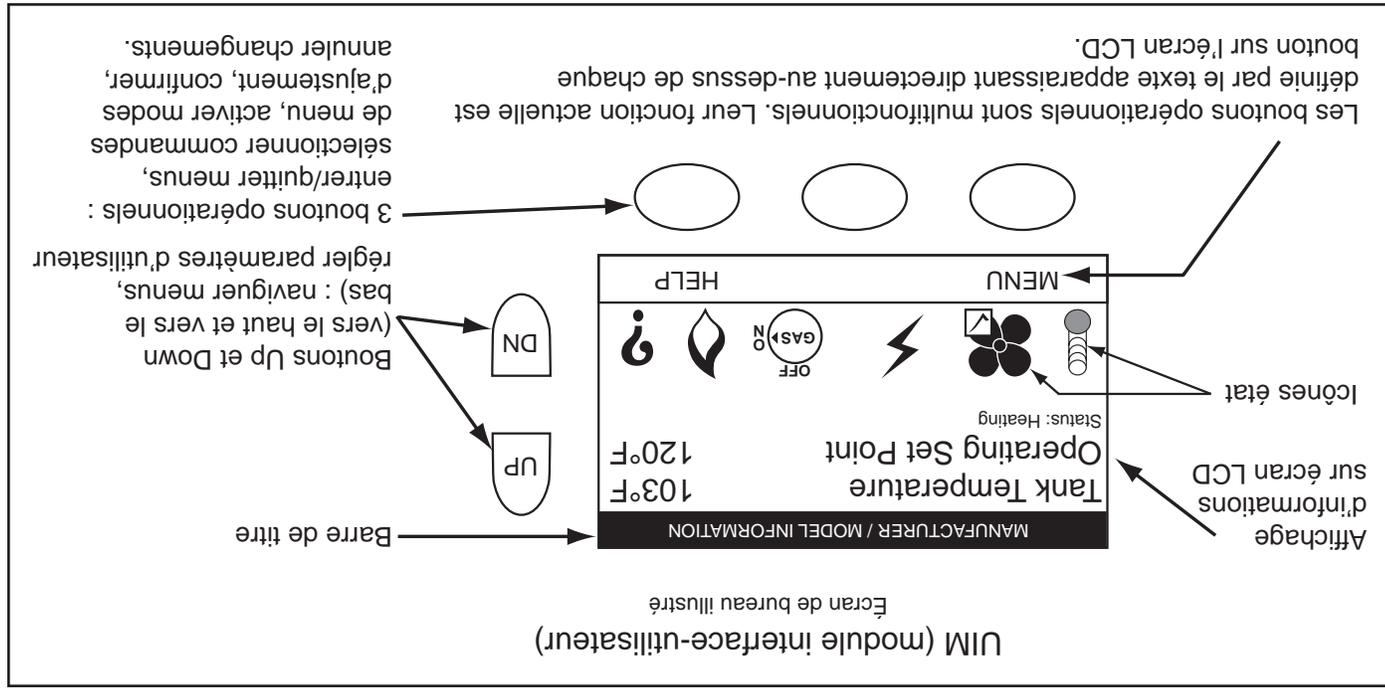

Figure 37
Tous les paramètres d'information opérationnelle et d'utilisateur sont affichés et accédés à partir de l'UIM. L'UIM abrite l'écran ACL (affichage à cristaux liquides) du système de commande et cinq boutons d'entrée utilisateur à action instantanée (à rappel); un bouton vers le haut, un vers le bas et trois (3) boutons opérationnels multifonctions sous l'ACL, voir la Figure 37.